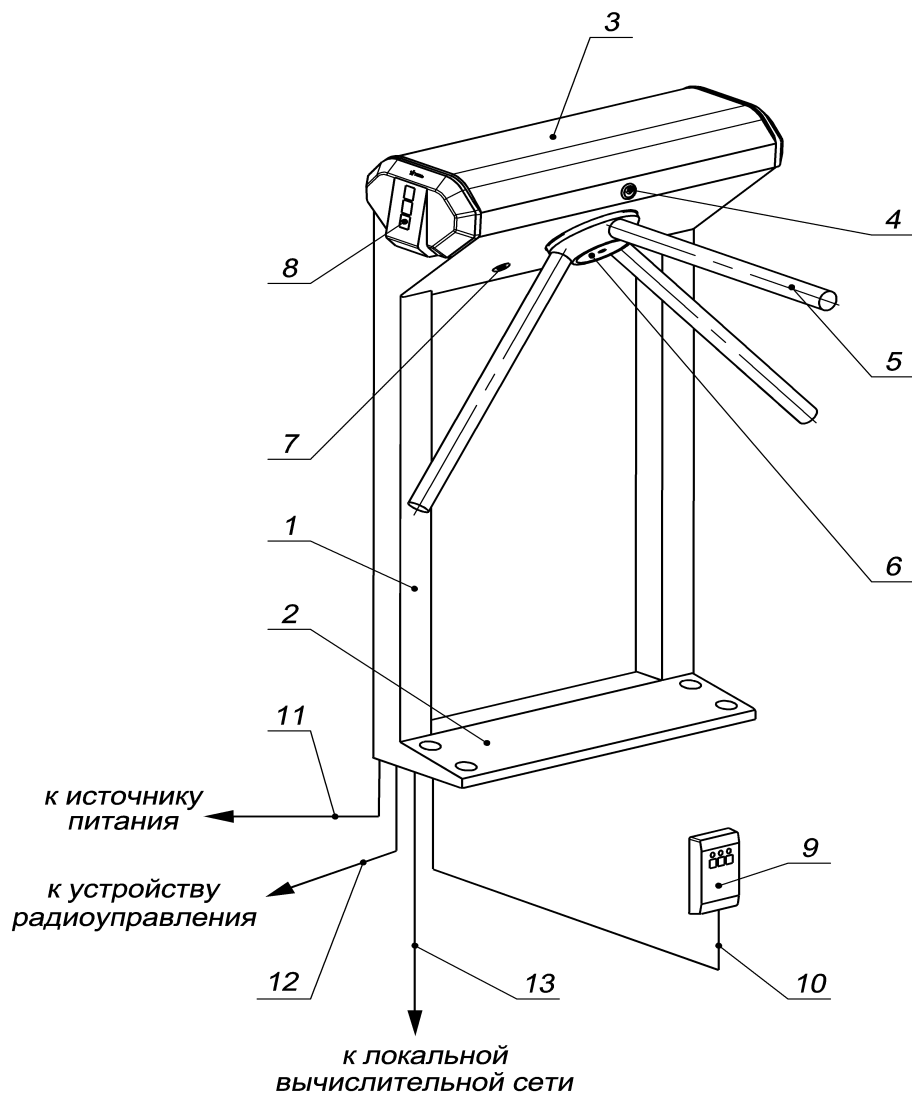

Рисунок 1 – Устройство ЭП:
5.2.1 Устройство ЭП показано на рисунке 1. Номера позиций в тексте *Руководства* указаны в соответствии с рисунком 1. Габаритные размеры ЭП показаны на рисунке 2. ЭП состоит из стойки со встроенным контроллером и двумя считывателями, трёх преграждающих планок и пульта управления (см. рисунок 1, позиции 1-3, 5 и 9).